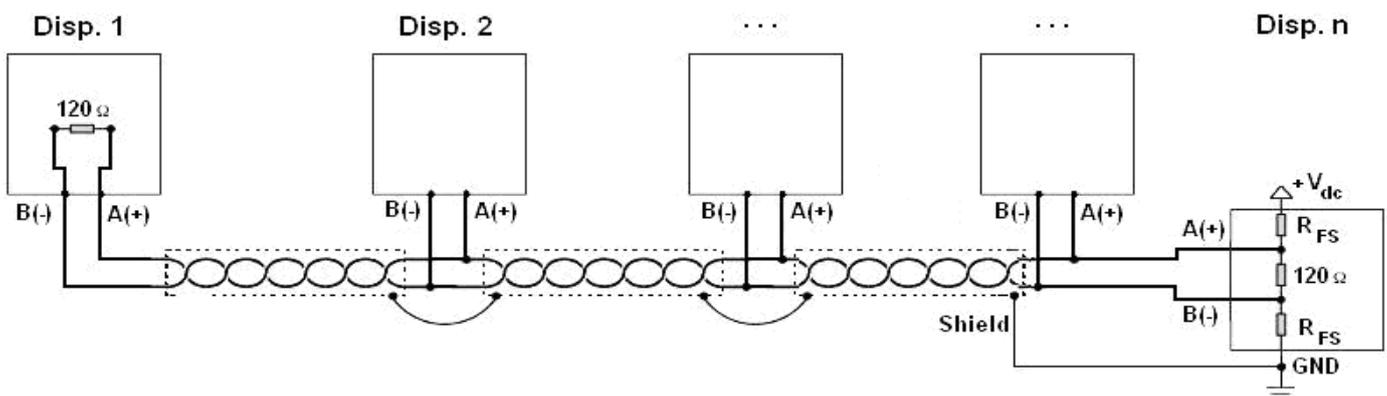

Figura 1: schema elettrico del collegamento RS485.
- Lo schermo può essere collegato in un solo punto dell'intera rete (come indicato in Figura 1) oppure ad ambedue i suoi capi, ma la cosa importante è che **tutte le masse siano allo stesso potenziale**, in modo da evitare la formazione di anelli di corrente.
- Sulla rete RS485 si collegano normalmente 2 **resistenze di terminazione** pari all'impedenza caratteristica del cavo (tipicamente date da 120 Ω, si veda Figura 1), **SOLAMENTE** sui 2 dispositivi **posizionati ai 2 estremi del cavo**. La resistenza di terminazione non è presente all'interno della porta RS485 dell'indicatore.
Per realizzare un partitore resistivo che mantenga questa differenza di potenziale anche quando tutti i trasmettitori sono disattivati, nella porta RS485 dell'indicatore dove si trovano le resistenze di terminazione, delle **resistenze di polarizzazione o di fail-safe** (R_{FS} in Figura 1). Il valore di queste resistenze è compreso tra 390 Ω e 2,2 kΩ.